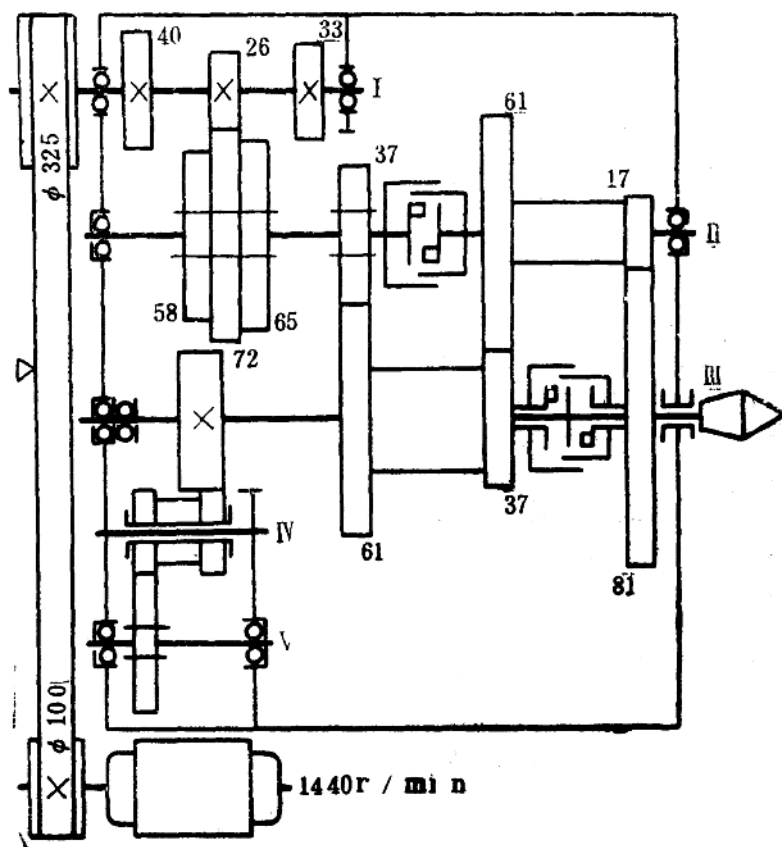

图 6 F1车床主传动系统图
(2) 各传动比之间的特殊关系。
(3) 正、反转动的功用。
23. 在CA6140机床上加工如下螺纹, 试确定: (1) 传动路线。(2) 挂轮。(3) 主轴转速范围。(4) 验算各传动链的传动误差。
- ① 公制螺纹: $K=1, T=4.5\text{mm}$ 。
- ② 模数螺纹: $K=1, m=4.5\text{mm}$, 左旋。
- ③ 英制螺纹: $K=2, a=3\frac{1}{2}\text{扣/吋}$ 。
- ④ 径节螺纹: $K=2, DP=3\frac{1}{2}\text{牙/吋}$, 左旋。
- ⑤ 较高精度公制螺纹: $K=1, T=2\text{mm}$ 。
- ⑥ 非标准螺纹: $K=1, S(\text{螺距})=7.5\text{mm}$ 。
- ⑦ 大螺距表外螺纹: $K=1, S(\text{螺距})=200\text{mm}$ 。
24. 分析图6机床的主传动系统图: 写出主轴的传动路线表达式; 计算主轴的各级转速; 分析其传动特点。